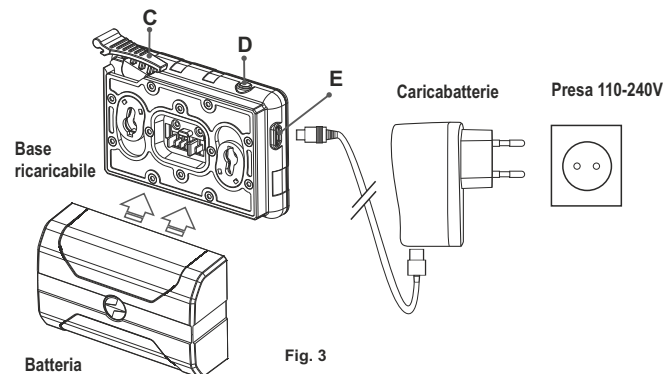

Fig. 3
- Installare il gruppo batteria all'interno del caricabatterie, come mostrato in figura e premere sulla leva **(C)** fino allo scatto (**Fig. 3**).
- Al momento dell'installazione si accende e inizia a lampeggiare un indicatore **LED verde (D)** sul caricabatterie: